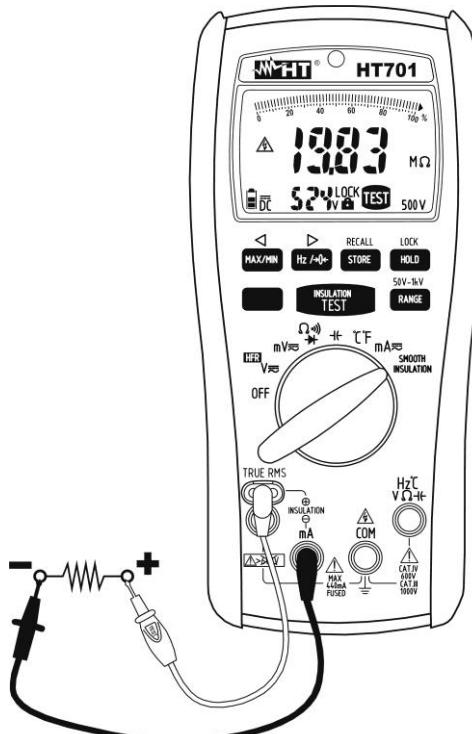

Abb. 10: Verwendung des Gerätes für Isolationsmessung
5. Verbinden Sie den roten Fernfühler mit der "+" Eingangsbuchse, und das schwarze Kabel mit der "-" Eingangsbuchse (siehe Abb. 10).
6. Stellen Sie die Messleitungen an den Enden des zu messenden Kreises und dabei achten Sie auf die positive und negative Polarität (siehe Abb. 10). Verwenden Sie, wenn nötig, die Krokodilklemmen.